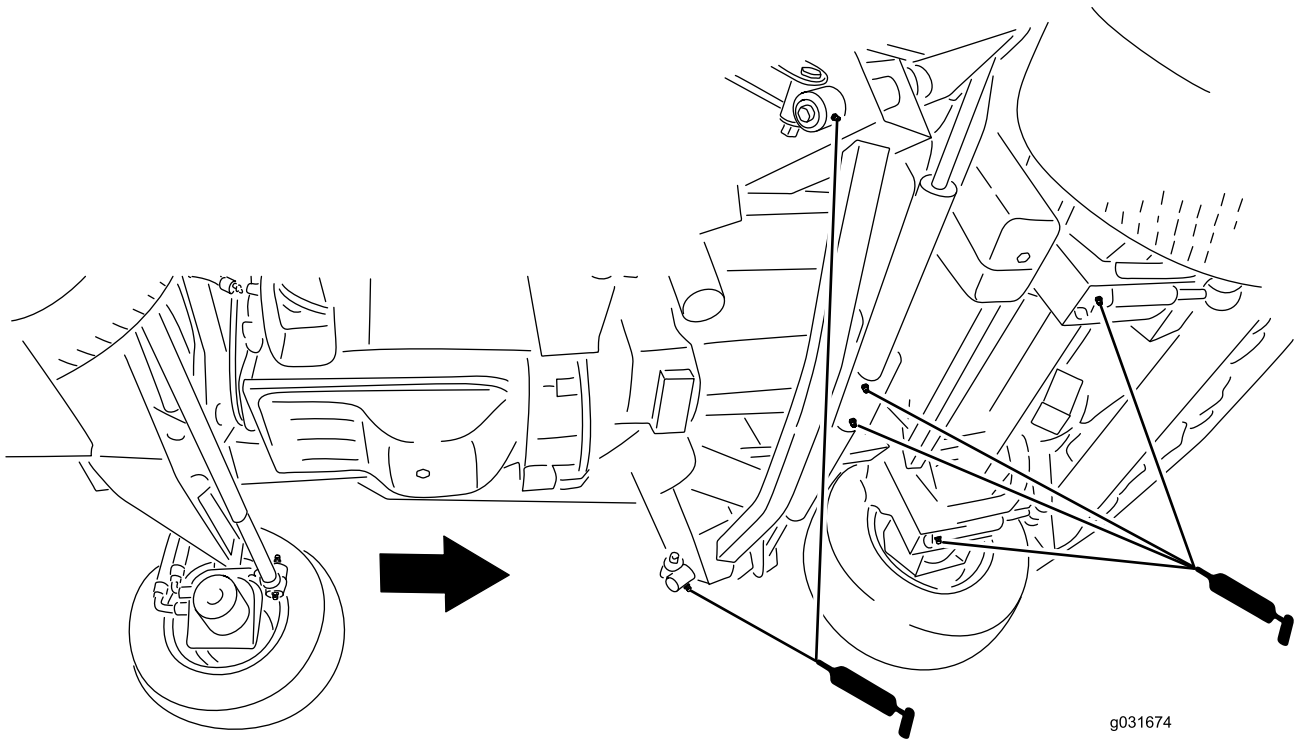

Figura 86
- 2 braços de impacto (Figura 86)
- 2 articulações do cilindro de elevação da plataforma frontal (Figura 86)
- 2 articulações do cilindro de elevação da plataforma lateral (Figura 86)